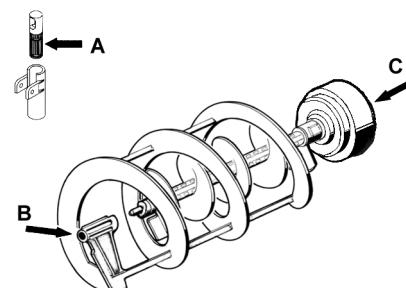

figura 11
- Lubricar el pistón grifo, el rascador interior (en los puntos A, B y C indicados en la (ver figura 11) utilizando solamente la grasa suministrada por el fabricante u otro grasa para uso alimenticio.